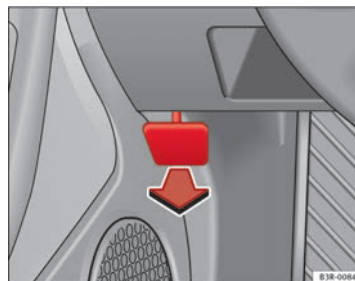

Abb. 164 Ausschnitt aus dem Fußraum auf der Fahrerseite: Entriegelungshebel für die Motorraumklappe
- Den Hebel unterhalb der Instrumententafel ⇒ Abb. 164 in Pfeilrichtung ziehen.